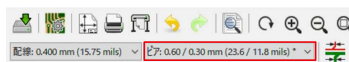

図9-32
- ① ショートカットCTRL+Bで塗りつぶしを削除してベタ領域の外形だけにします。
- ② 右ツールバー  「ビアを追加」を選択します。
- ③ ビア : 0.60 / 0.30 mm を選択します。図9-32